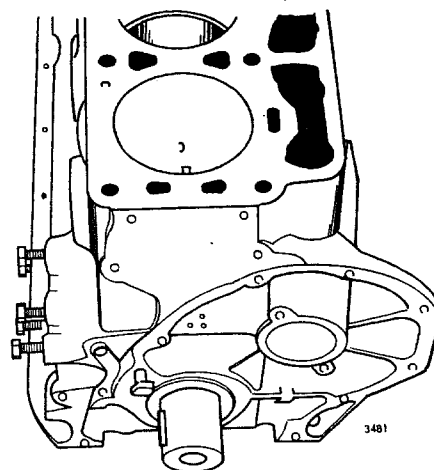

Fig 01-42. Märkning av kolv och block
9. Sätt ihop kolv och vevstake, använd nya låsringar. Se till att kolven vänds rätt, så att spåret i kolvtaket pekar framåt enligt fig 01-42. Om kolven vänds fel uppstår kraftigt oljud då motorn går. Vevstakens nummernummer vänds från kamaxel-sidan.
1. Kontrollera att kolven och vevstaken är rätt vända i förhållande till varandra och till cylinderblocket, se fig 01-32 och fig 01-42. Sammanhörande kolv, kolvtapp och vevstake skall ha samma färgmärkning, gul eller vit. Vid monteringen av en ny vevstake skall numret på dess cylinder stansas in på den sida av vevstaken som är vänd från kamaxeln.